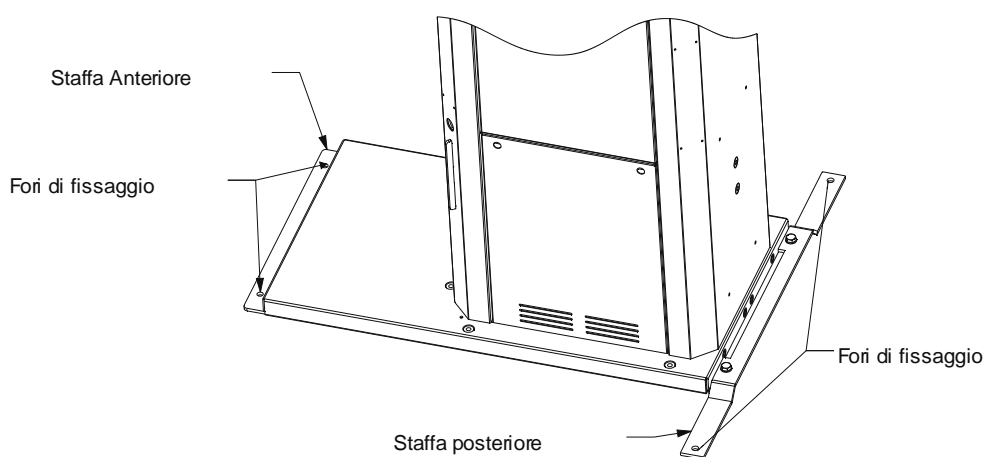

Figura 6
- Per garantire un' ottimale stabilità della pressa è obbligatorio l'ancoraggio a terra con opportuni sistemi di fissaggio . In figura 6 sono rappresentati i fori di fissaggio presenti sulla pressa.